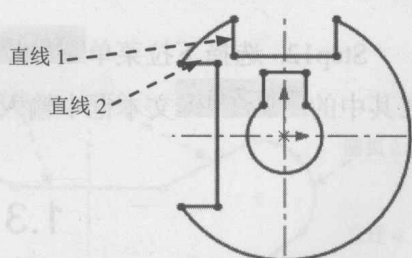

图 1.2.8 添加相等约束
Step7. 添加相等约束。添加直线 1 与直线 2 的相等约束；采用同样的方法添加其余相等约束，如图 1.2.8 所示。